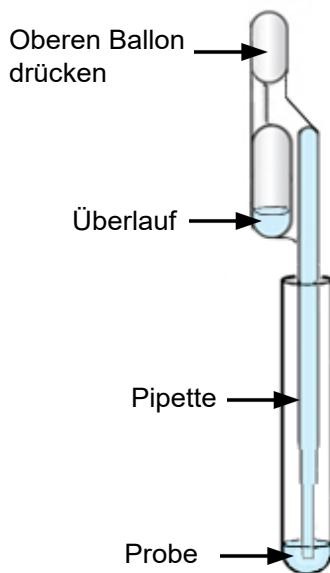

Abbildung 3. Transferpipette
1. Drücken Sie den oberen Ballon der Transferpipette **vollständig** zusammen und setzen Sie die Pipettenspitze in das ESwab-Transportmediumröhrchen mit der Patientenprobe ein (siehe Abbildung 3).
3. Um die Patientenprobe in die Kartusche zu überführen, entleeren Sie den Pipetteninhalt in die große Öffnung (Probenkammer) in der Kartusche gemäß Abbildung 4, indem Sie den oberen Ballon der Transferpipette erneut vollständig zusammendrücken. Es ist in Ordnung, wenn überschüssige Proben im Überlaufbehälter der Pipette verbleiben (Abbildung 3).